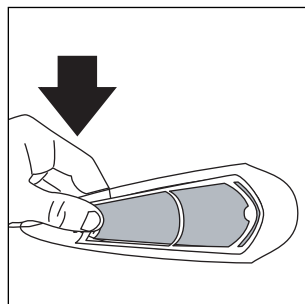

Fig. 17
- 2) Druk de onderkant van het frame op het onderste gedeelte van het rooster (fig. 17).